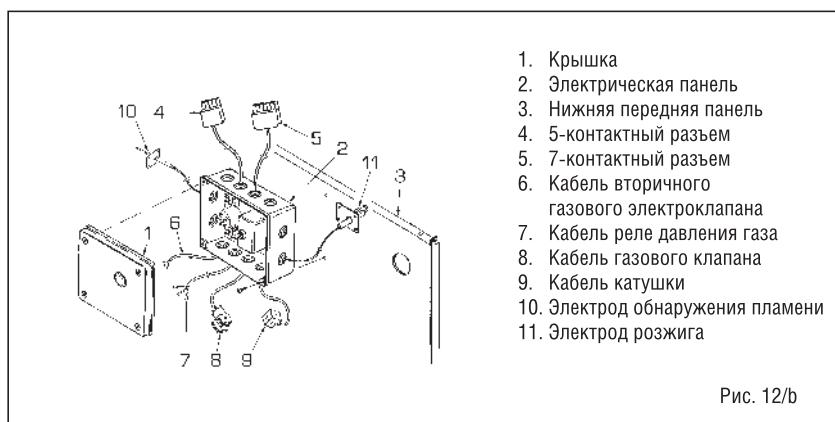

Рис. 12/b
2.14 Сборка электрической панели (Рис.12/b)